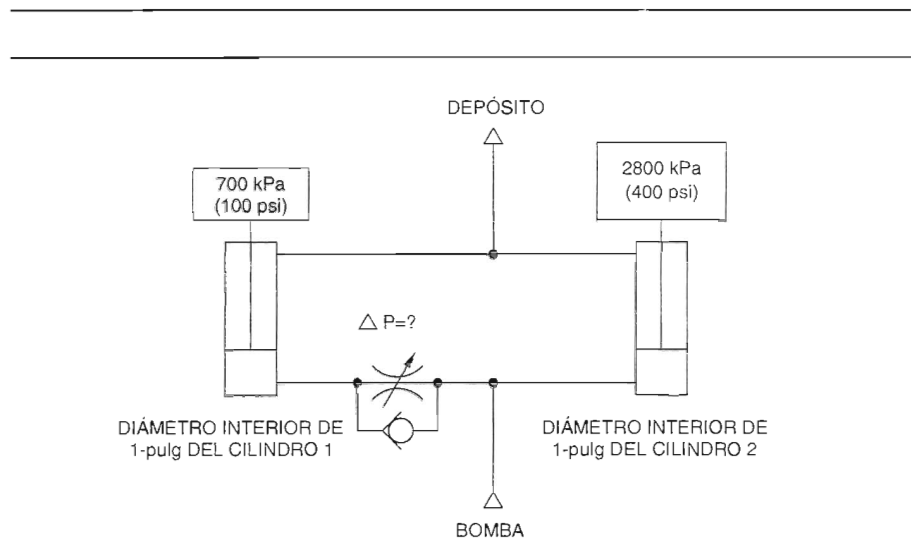

Figura 3-16. Circuito para la pregunta de revisión 1.
1. En el circuito de la Figura 3-16, ¿cuál cilindro se moverá primero si la válvula de control de flujo no compensada está abierta completamente? ¿Por qué?
2. En el circuito de la Figura 3-16, ¿cuál cilindro se moverá primero si la válvula de control de flujo no compensada es ajustada de manera que genera una caída de presión de 2400 kPa (350 psi)? Explique.
3. Calcule la caída de presión teórica, ΔP , requerida a través de la válvula de control de flujo no compensada en la Figura 3-16 para sincronizar la extensión de los dos cilindros.
4. Describa la secuencia de extensión en el circuito de la Figura 3-16, cuando la válvula de control de flujo no compensada está abierta completamente y el ajuste de presión de la válvula de alivio es de 2100 kPa (200 psi).